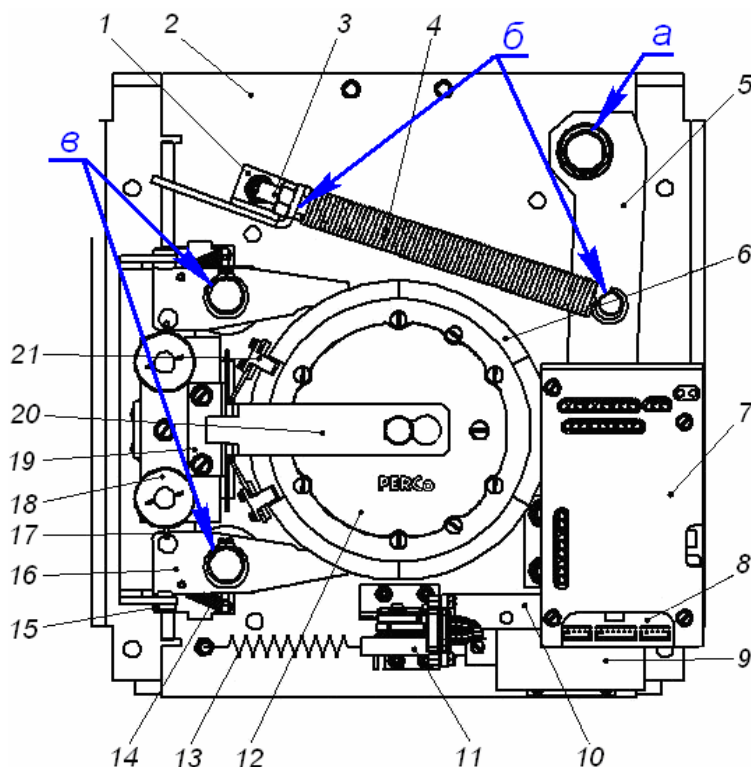

Рисунок 10 Расположение внутренних деталей и узлов механизма турникета (а, б, в – места смазки)
1. Снимите крышку с блоком индикации (2) (см. п. 8.4.5).
2. Проведите визуальный осмотр устройства доворота (толкателя, пружин и ролика), оптических датчиков поворота преграждающих планок и демпфирующего устройства (см. рисунок 10).
4. Выполните смазку поверхностей трения механизма турникета маслом машинным типа И-20 (см. рисунок 10):